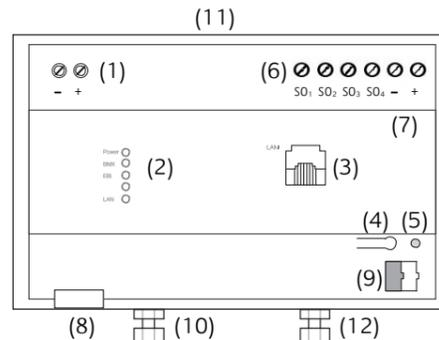

Abbildung 1: EIBPORT – Anschlusszeichnung
### Gerät anschließen (Bild 1)
- Für KNX: Busleitung an die Busanschlussklemme (Abbildung 1, 9) anschließen.
- Für EnOcean: Antenne mit SMA-Buchse für EnOcean-Antenne (Abbildung 1, 10) verbinden.
- Für GSM: Antenne mit SMA-Buchse für GSM-Antenne (Abbildung 1, 12) verbinden. Weitere Erläuterung siehe Kapitel „ERSTEINRICHTUNG“.
- Spannungsversorgung an die Schraubklemmen (Abbildung 1, 1) entsprechend der Kennzeichnung anschließen (Leistungsaufnahme beachten).
- Netzwerkleitung (LAN) in die RJ45-Buchse (Abbildung 1, 3) einstecken.